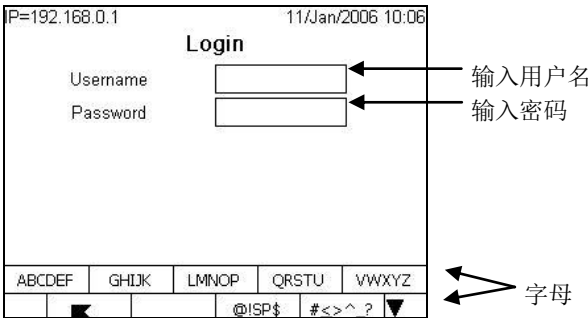

图 3-2: 登录窗口
- A. 按确认键使光标定位在用户名 (username) 输入框里，此时软键自动切换成字符键。（见图 图 3-2).